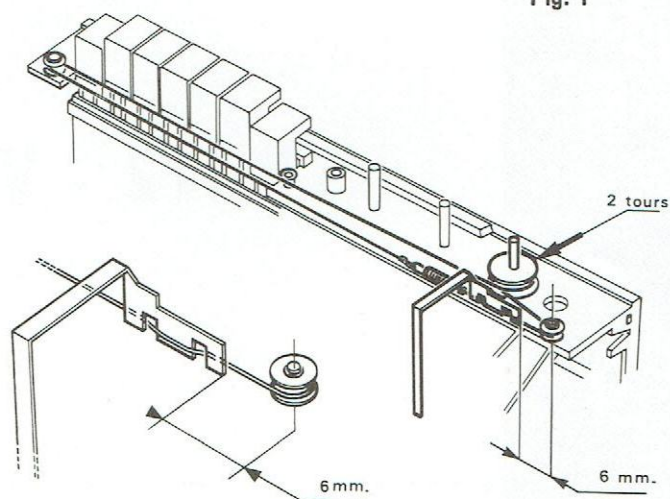

Fig. 2
## B - REMPLACEMENT DU CORDONNET D'ENTRAÎNEMENT (Fig. 2)
- 3° - Mettre en place le cordonnet d'entraînement suivant la figure 2.